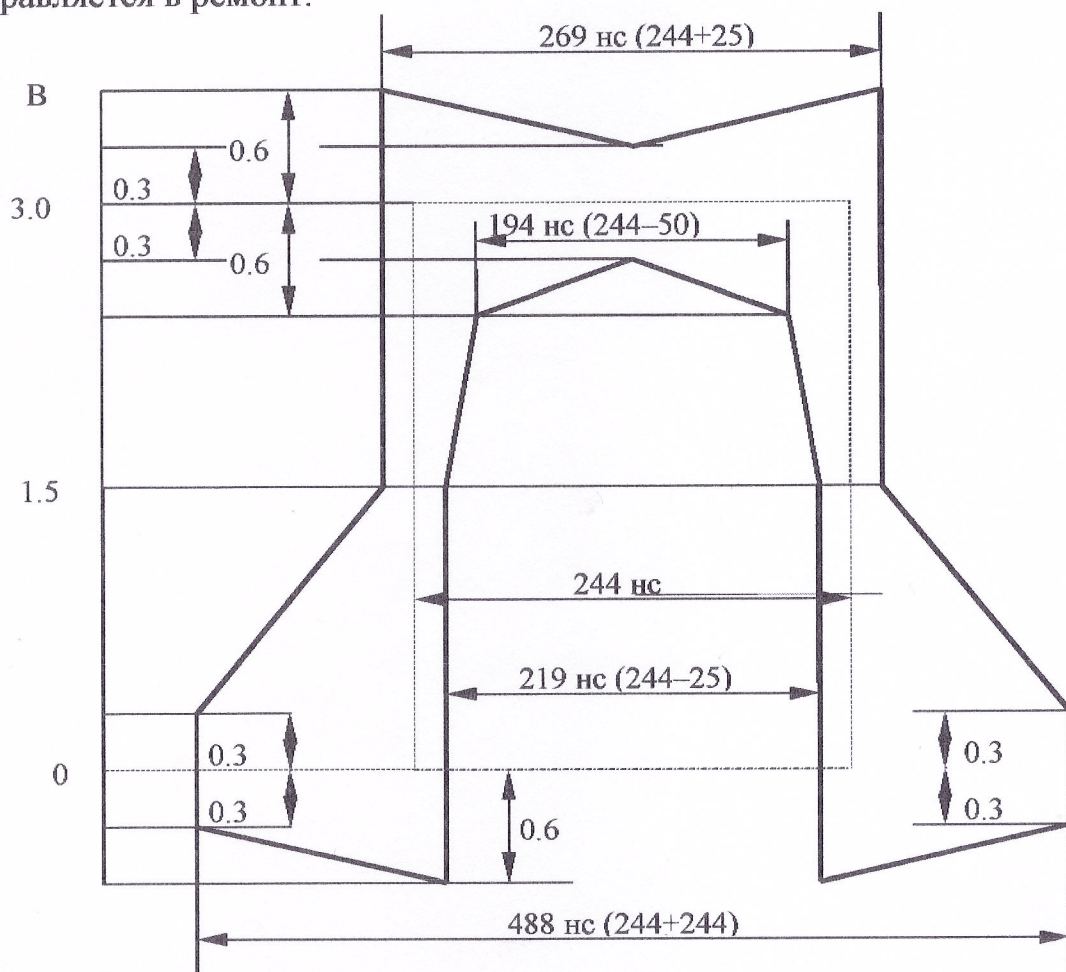

Рис.6. Маска формы импульса на симметричном выходе анализатора (2048 кбит/с).
8.3.4.4. Сравните форму сигнала со специальной маской (рис.6 и 7).